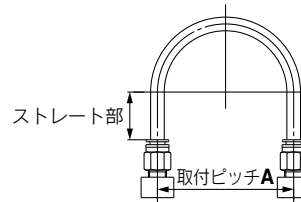

図1 推奨配管図
配管するチューブは、P.14図1の推奨配管条件にて、チューブ長さに余裕を持った配管をお願いいたします。結束バンドなどで配管を束ねる場合には配管部に外力が加わらないようご配慮願います。(P.14図2参照)
①ワンタッチ管継手に配管する際は図1の推奨配管条件にて、チューブ長さに余裕を持った配管をお願いいたします。